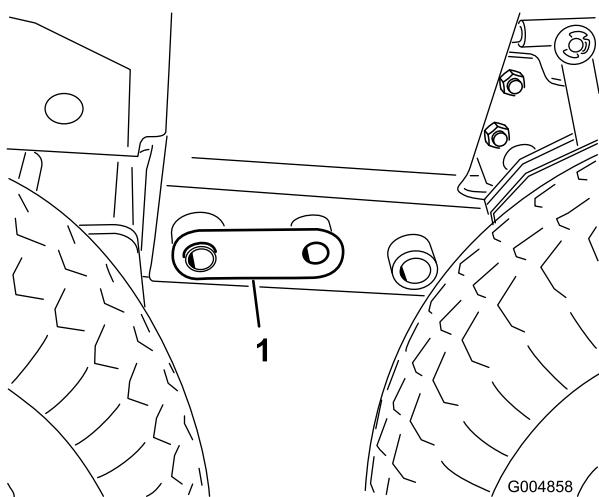

図 110
33. フロアジャッキを調整してフレーム穴 25mm どうしを整列させ、機体両側にカップラピンを取り付ける 図 110。